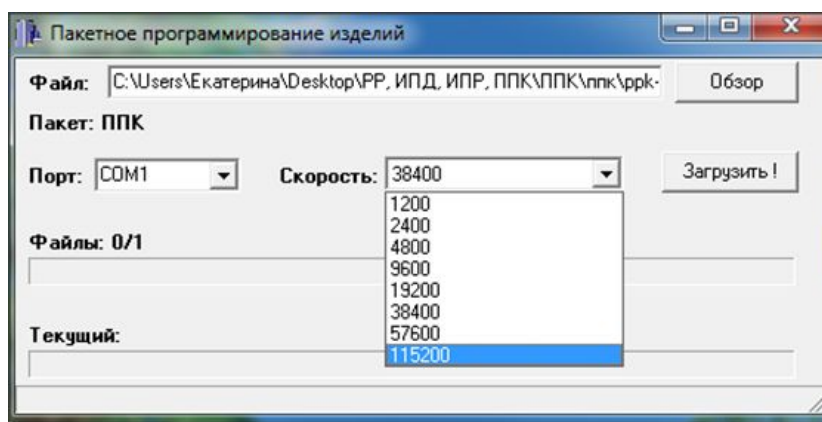

Рисунок 10 - Установка скорости обмена данных COM-порт
- 1.2.10. Установить скорость обмена данных **115200 kb/s** в всплывающем списке **Скорость**. (рисунок 10).